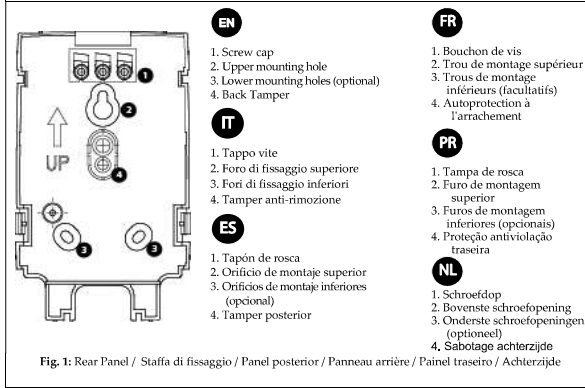

Fig. 1: Rear Panel / Staffa di fissaggio / Panel posterior / Panneau arrière / Painel trasero / Achterzijde
Step 2: Mounting the Module (see Figure 1)